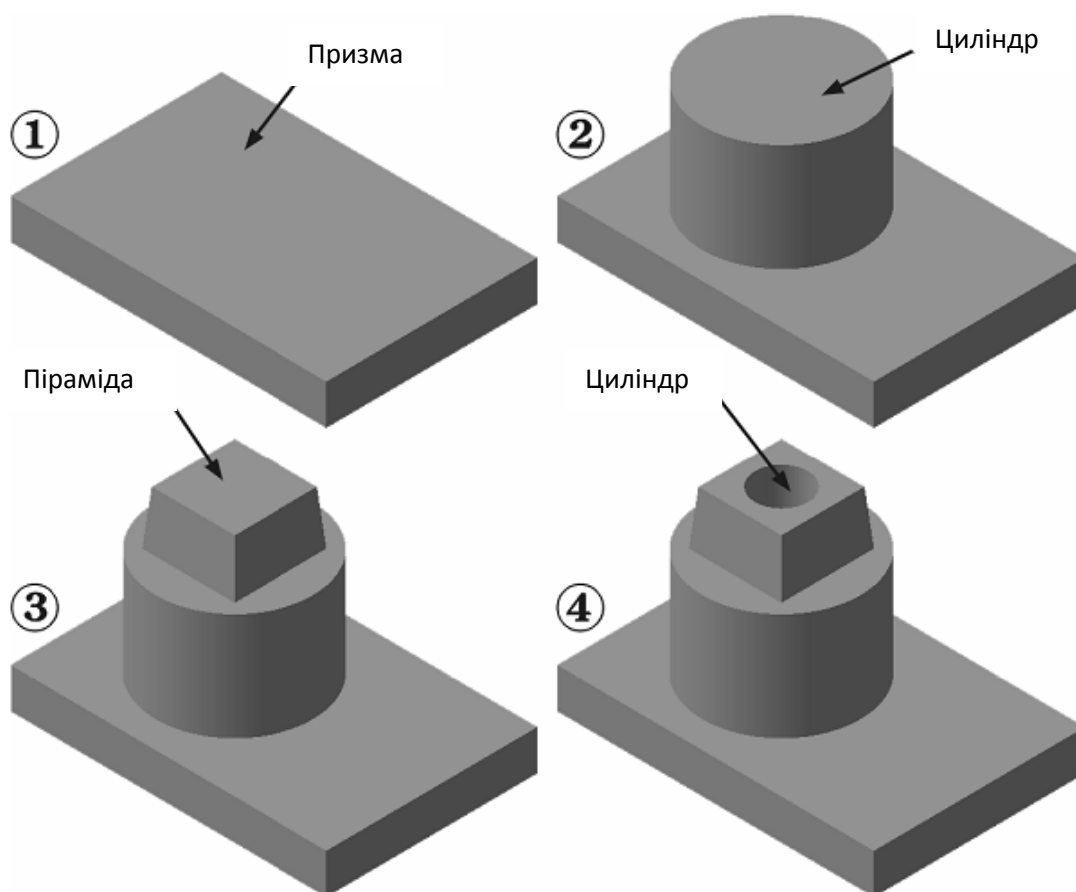

Рис. 2.1 Основні операції створення тривимірних об'єктів
У всіх сучасних системах тривимірного моделювання побудова твердотільної моделі виконується за загальним принципом, який полягає в послідовному виконанні операцій об'єднання, відтинання та перетину над об'ємними елементами (призмами, циліндрами, пірамідами, конусами і т.д.). На рис. 2.1 показаний приклад побудови простої моделі за допомогою згаданої вище послідовності операцій. На початку створюється прямокутна призма, що лежить в основі деталі (1). Після цього до моделі додається циліндричний виступ шляхом об'єднання призми з циліндром (2). До отриманого в результаті тіла додається зрізана піраміда (3). Нарешті, в моделі виконується побудова отвору шляхом відтинання ві неї циліндра (4). Багаторазово виконуючи ці прості операції над різними об'ємними елементами можна побудувати модель будь-якої складності.